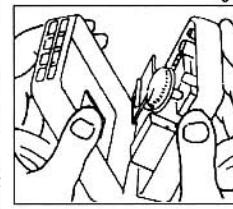

fig. 4
4. Führen Sie beim Montieren der Basis die Kabel durch die Basislöcher und befestigen Sie die Basis mit den Schrauben an der Wand. (Siehe Bild 4)